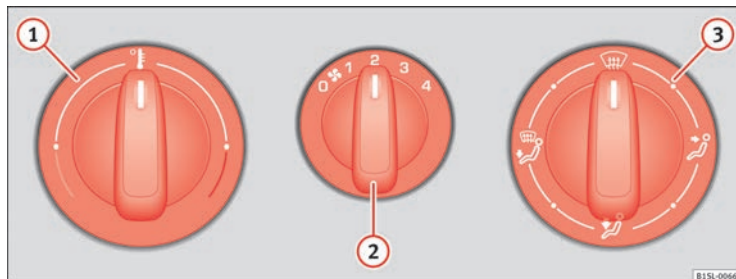
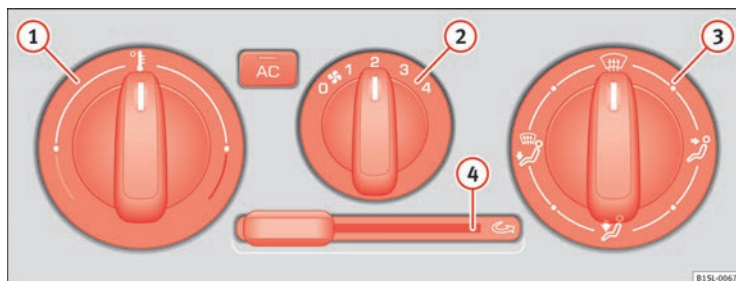

Fig. 104 Na consola central: Regulador rotativo do sistema de aquecimento e renovação do ar.
Fig. 105 Na consola central: Comandos do ar condicionado.
Botão, regulador	Informação complementar. Sistema de aquecimento e renovação do ar ⇒ Fig. 104 e ar condicionado ⇒ Fig. 105.
- Ajuste o ventilador ⇒ Fig. 104 ② no nível 1 ou 2.
- Posicione o regulador da temperatura ⇒ Fig. 104 ① na posição central.
- Rode o regulador da distribuição de ar ⇒ Fig. 104 ③ para a posição de desembaciamento.
Ligar: Desloque o regulador deslizante ⇒ Fig. 105 (4) para a direita até ao limite.
Desligar: Desloque o regulador deslizante ⇒ Fig. 105 (4) para a esquerda até ao limite.